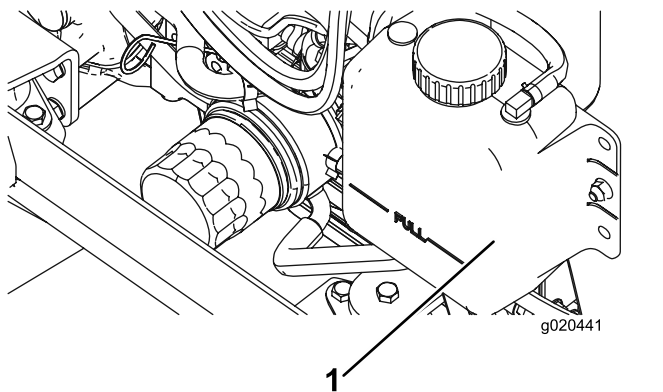

Figura 94
1. Retire cuidadosamente el tapón del radiador y el tapón del depósito de expansión (Figura 94).